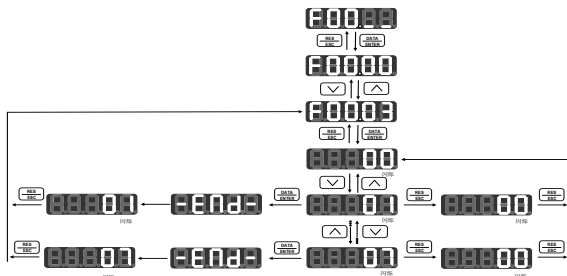

图 4-5 功能设定代码参数存储和恢复操作流程
- 当要修改功能设定代码的参数时，先按功能设定代码参数查询流程进入该代码，再按如图 4-5 所示的流程修改参数。
- 以功能代码 F00.03 的内容为例，其参数原为 0，现进行存储或恢复操作，如图 4-5 所示。